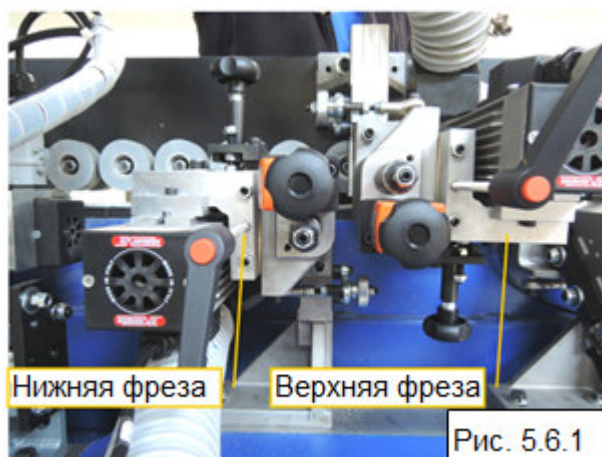

Рис. 5.6.1
- Максимальный свес кромки на сторону составляет 2 мм. Вращение фрез и подача заготовки осуществляются в противоположных направлениях (Рис. 5.6.1).